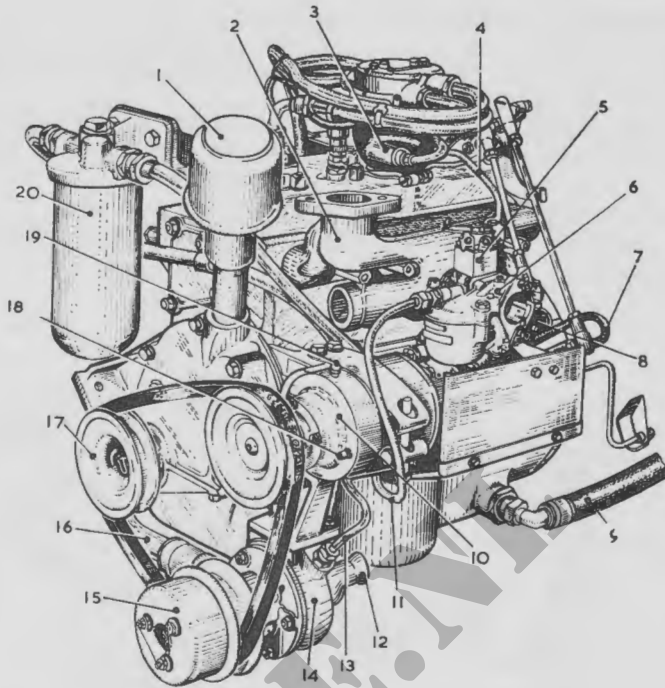

Fig. 31. Hulpmotor
**189. De motor (fig 31)**
De pomp, achter aan de rechterzijkant van de motor gemonteerd, is door een pijp verbonden met de koelvloeistofleiding van het A-blok van de hoofdmotor. Deze pomp wordt door dezelfde V-riem aangedreven als de toerentalregelaar, de riem-schijf bevat een automatische spaninrichting (fig 31 nr 15).
De carburator (fig 31 nr 6) is bevestigd aan het inlaatspruitstuk, aan de rechter kant van de motor. Hij bevat een start-carburator (fig 31 nr 5), die dmv een kabel met de hand te bedienen is, deze kabel is bevestigd aan een knop op het tussenschot in de gevechtsruimte (fig 28 nr 10). Via een stangenstelsel, regelt de toerentalregelaar de stand van de gasklep. In de gevechtsruimte naast de knop van de startcarburator, bevindt zich op het tussenschot een knop, waarmee de gasklep met de hand te bedienen is, deze knop, is via een kabel met een tuimelaar, zodanig verbonden aan het stangenstelsel van de regelaar, dat de regelaar als de knop gebruikt wordt, geen invloed kan uitoefenen op de stand van de gasklep.